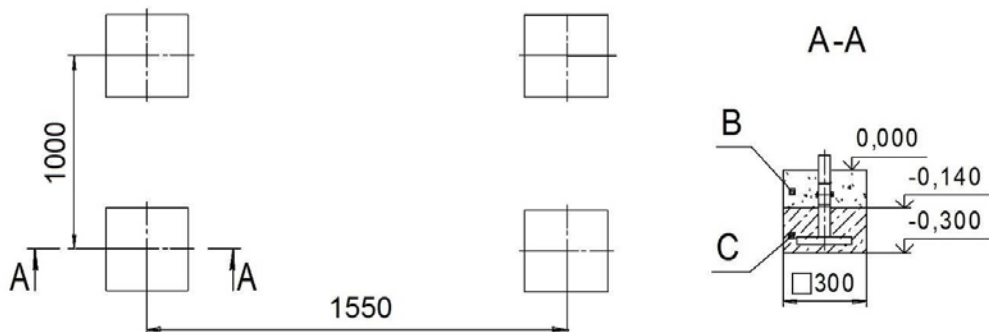

Рисунок 4
4.1 Подготовьте площадку под установку Комплекса в соответствии с соответствующей схемой модели в пункте 4.2 рисунок 4.